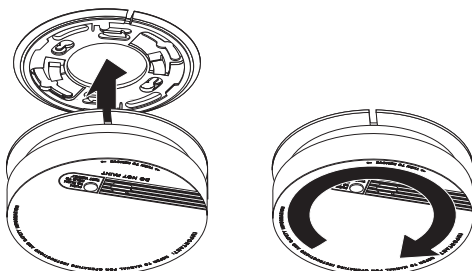

FIGURA 6C
5. Coloque la alarma de humo en la abrazadera de montaje, girándola en sentido de las manecillas del reloj hasta que quede asegurada. Ver Figura 6C. Nota: Para activar la función a prueba de manipulaciones, consulte la sección **USO DEL MECANISMO DE SEGURO A PRUEBA DE MANIPULACIONES.**